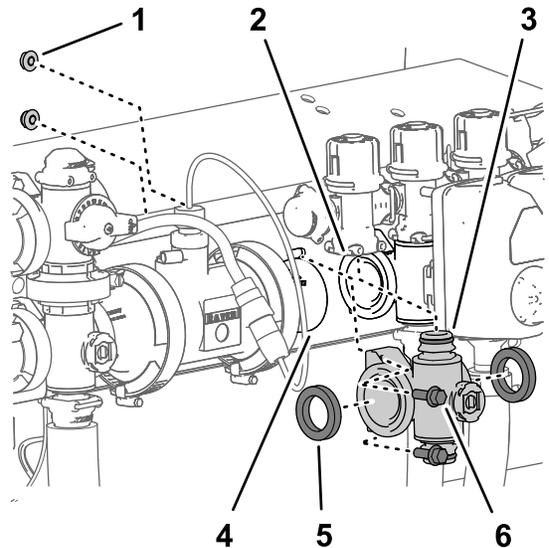

図 114
4. 左右のブームマニホールドのそれぞれをバルブサポートに固定しているフランジヘッドボルト $\frac{1}{4} \times \frac{3}{4}$ " 2本とフランジロックナット $\frac{1}{4}$ " 2個を取り外す 図 114。
5. ブームバルブマニホールドとガスケットを下げてブームバイパスバルブをかわし、車体から取り外す 図 114。